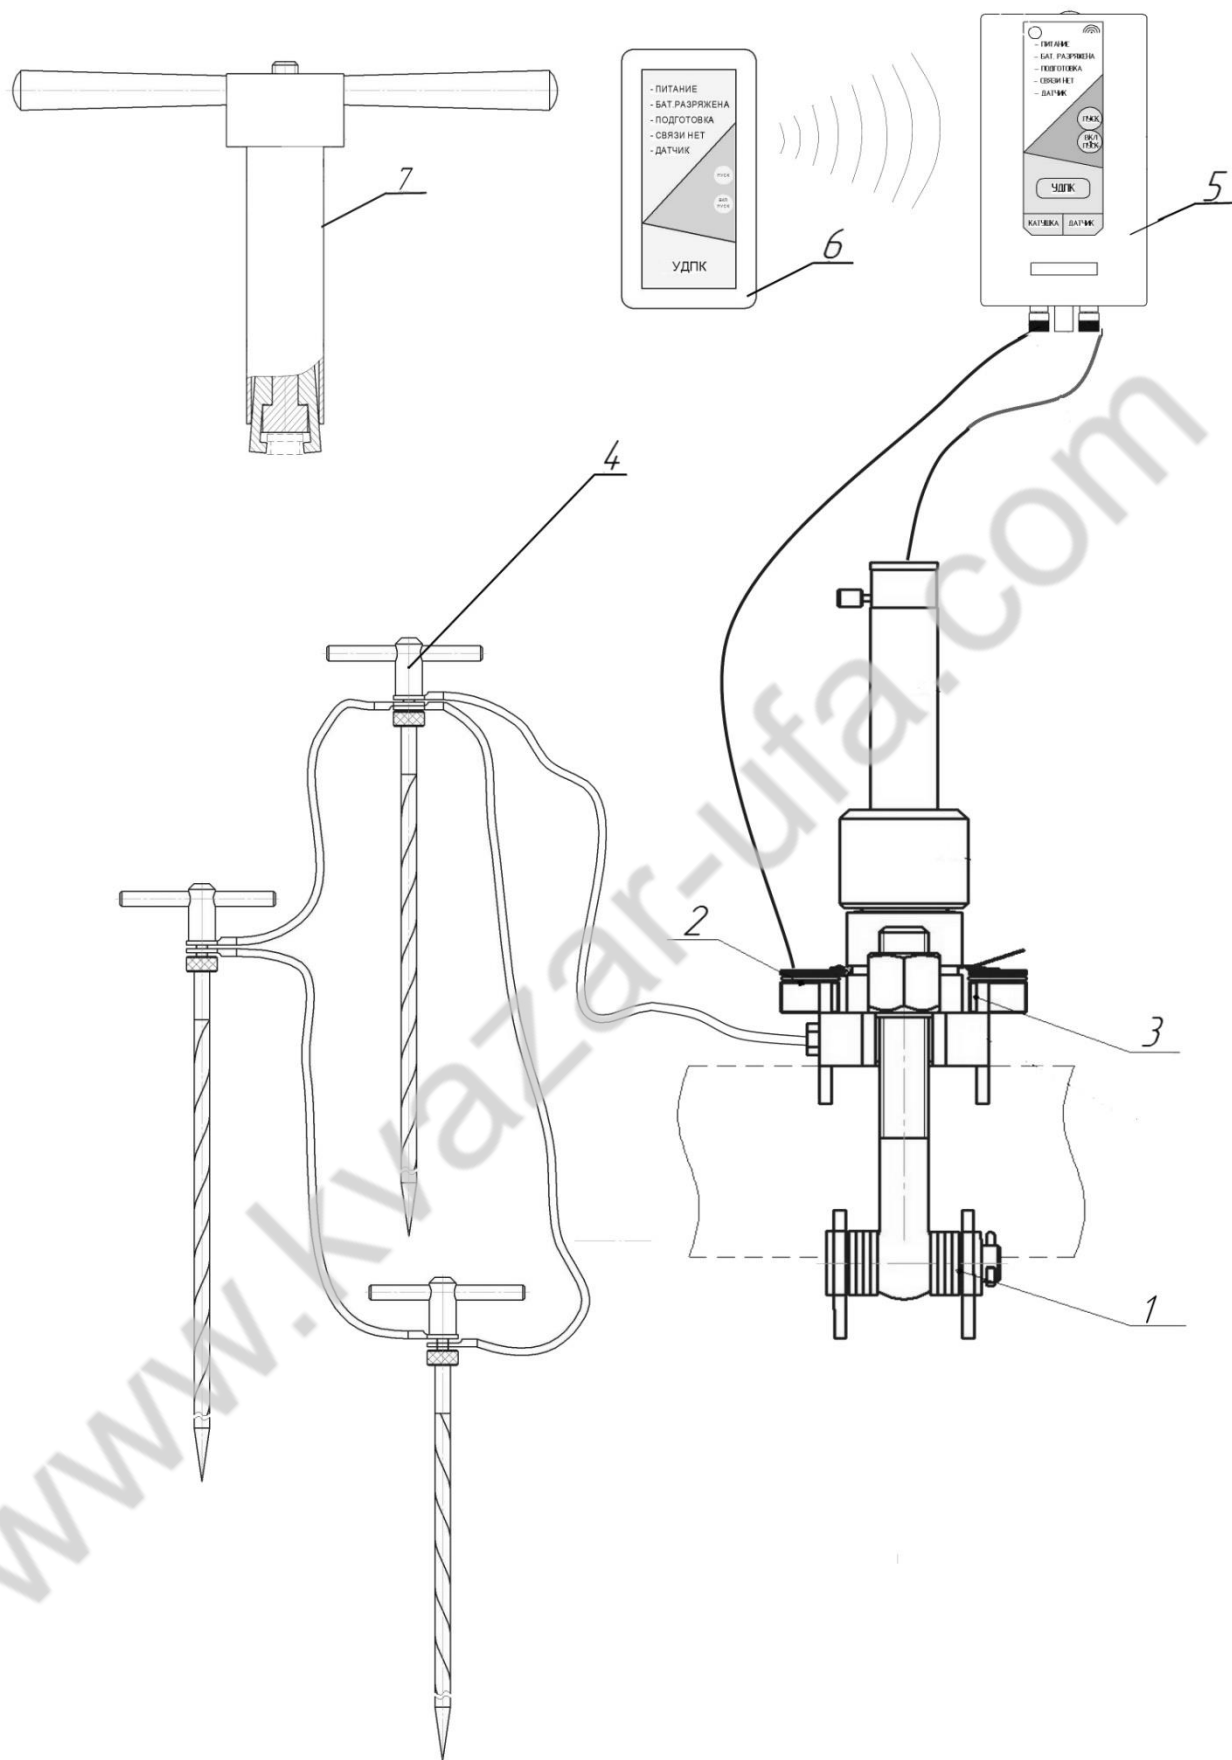

Рис.1 Общий вид УДПК 70.
Внешний вид всего комплекта установки в развернутом виде схематически изображен на рис.1.
4.4. Накол капсулы патрона и выстрел происходит только при полной готовности устройства, о которой сигнализирует пульт управления 6 (рис.1).